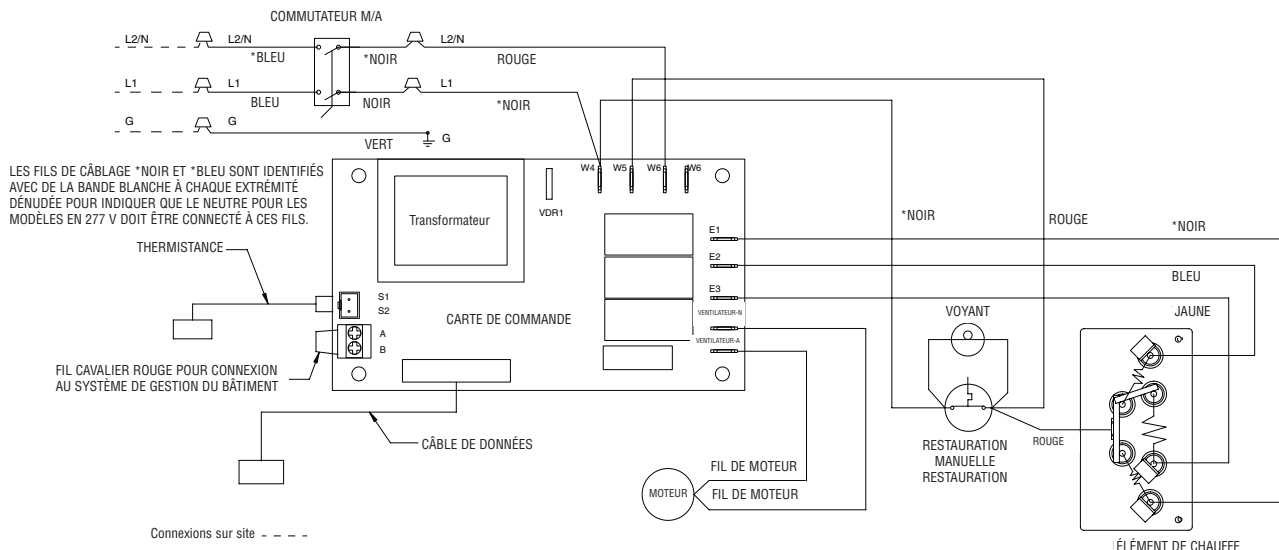

Figure 3- Schéma de câblage
7. Passez le câble secteur au travers du serre-câble, en laissant au moins 6" (152 mm) de fils dépasser à l'intérieur du boîtier arrière. Branchez les fils bleus de câblage du dispositif de coupure M/A sur les fils d'arrivée du secteur en utilisant des connecteurs de fils (Voyez le schéma de câblage en Figure 3).
5. Passez le câble secteur au travers du serre-câble, en laissant au moins 6" (152 mm) de fils dépasser à l'intérieur du boîtier arrière. Branchez les fils bleus de câblage du dispositif de coupure M/A sur les fils d'arrivée du secteur en utilisant des connecteurs de fils (Voyez le schéma de câblage en Figure 3).
Référez-vous au schéma de câblage en Figure 3
Pour utiliser les possibilités BMS de cet appareil, enlevez le cavalier rouge entre les bornes A et B sur le bornier de la carte de contrôle (Voyez le schéma de câblage de la Figure 3). Connectez deux fils d'un contact sec (pas de tension) dans le système BMS aux bornes A et B.